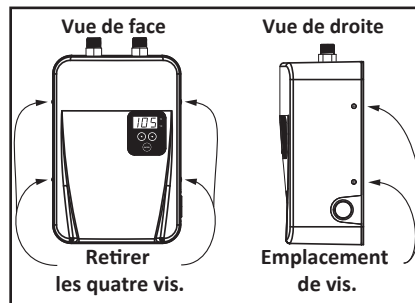

Figure 16 - Accéder à la carte de commande du chauffe-eau.
- 5 À l'aide d'un tournevis Phillips, retirer les quatre vis de fixation du capot avant. Enlever le capot avant du chauffe-eau. Voir Figure 16.